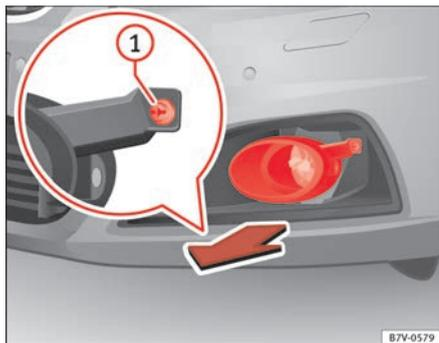

Abb. 217 Im Stoßfänger vorn rechts: Scheinwerfer ausbauen.
2. Abdeckung in Pfeilrichtung nach vorn ziehen ⇒ Abb. 217.
3. Befestigungsschraube ⇒ Abb. 217 (1) mit dem Schraubendreher aus dem Bordwerkzeug herausdrehen ⇒ Seite 367.
11. Befestigungsschraube ⇒ Abb. 217 (1) mit dem Schraubendreher festdrehen.
12. Abdeckung in den Stoßfänger einsetzen ⇒ Abb. 217.